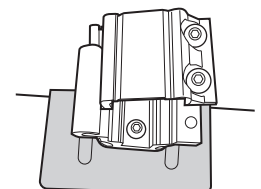

fig. 2
- 6 Desserrez les boulons hexagonaux de l'embout. (fig.2)